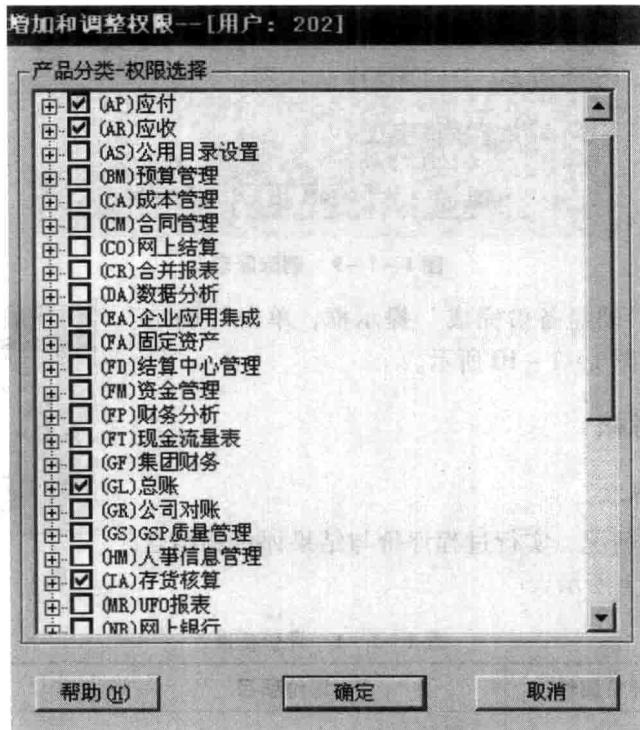

图 1-1-7 增加和调整权限对话框
- (1) 在“系统管理”窗口中，执行“权限” / “权限”，打开“操作员权限”对话框。
- (2) 首先要选择对应账套，账套号为“101”，账套时间为“2011”，从窗口左侧的操作员列表中选择“101 江波”，可以看到“账套主管”复选框为选中状态。
- (3) 选中“202 何静”，单击“修改”按钮，打开“增加和调整权限”对话框。
- (4) 在“增加和调整权限”对话框中，选中“采购管理”“销售管理”“库存管理”“存货核算”“应收”“应付”和“总账”复选框。如图 1-1-7 所示。